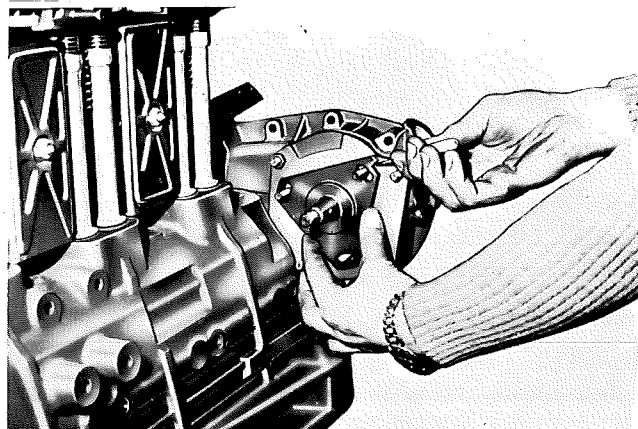

Fig. 40 - Mise en phase de la pompe rotative.
- Fixer l'engrenage de la pompe à injection sur la plaque 5.9030.446.0 prévue à cet effet. A l'aide d'une pointe à tracer faire un repère sur la flasque du carter du régulateur de manière à ce qu'il coïncide avec l'encoche située sur la plaque (fig. 40).